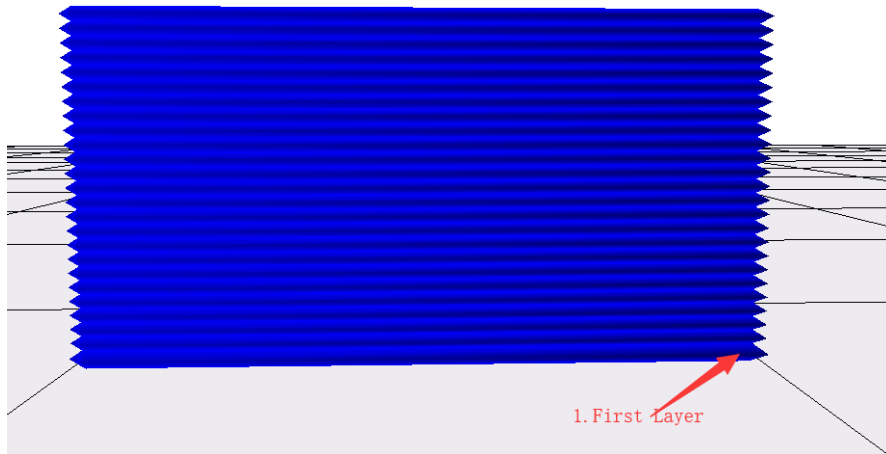
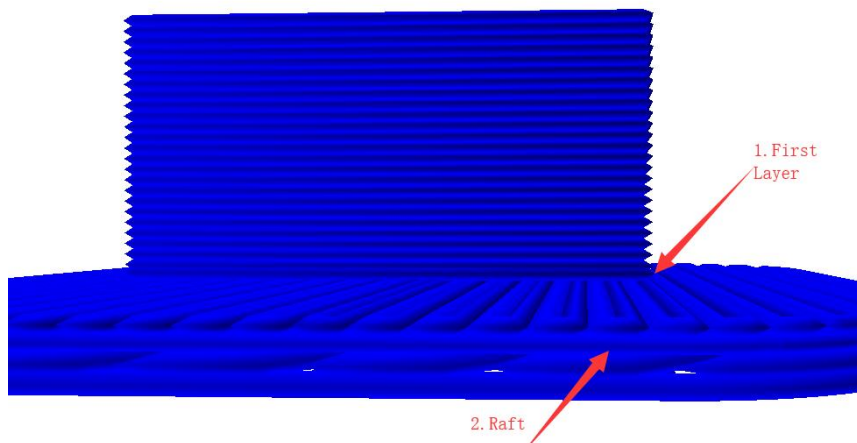
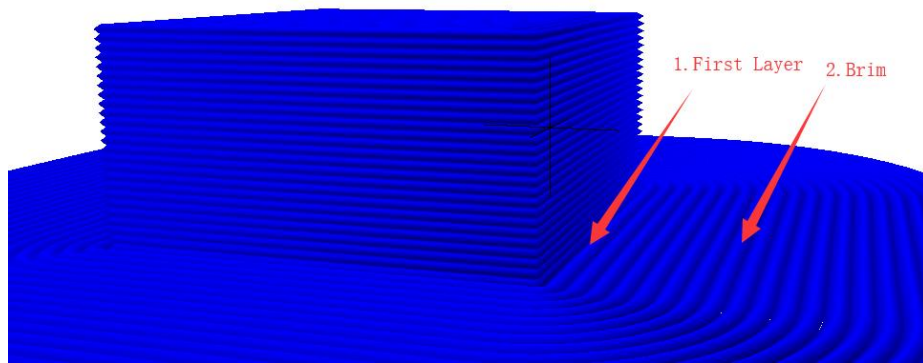
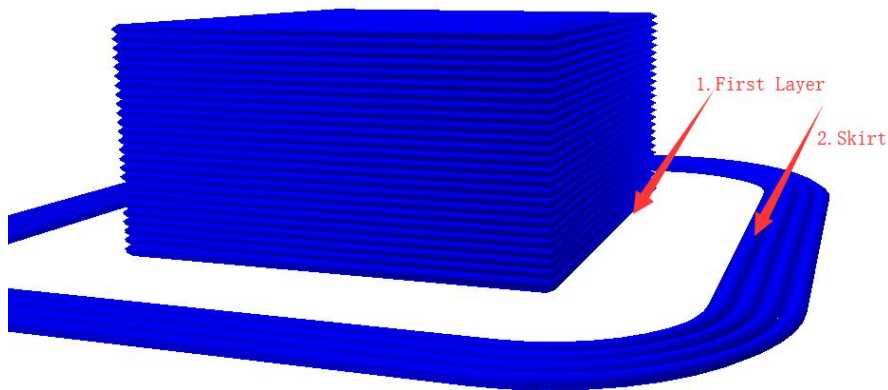

图 11，无底板辅助结构时，1 为模型第一层
图 12，加衬垫时，1 为模型第一层
图 13，加边缘时，1 为模型第一层
图 14，加线条时，1 为模型第一层
(7)初始层速度 (单位 mm/s)：即模型第一层的打印速度，如图 11、图 12、图 13、图 14 中的序号 1 的部分即为模型的第一层，初始层速度即为这些部分的打印速度。建议速度为：